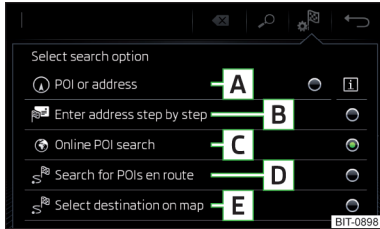

Abb. 169
Funktionsflächen » Abb. 169
- › Anschließend die Funktionsfläche eines der Menüpunkte für die Zielsuche **A**, **C** oder **D** antippen » Abb. 169 auf Seite 152.
- ▶ Anschließend die Funktionsfläche **B** → **E** » Abb. 169 auf Seite 152 antippen.